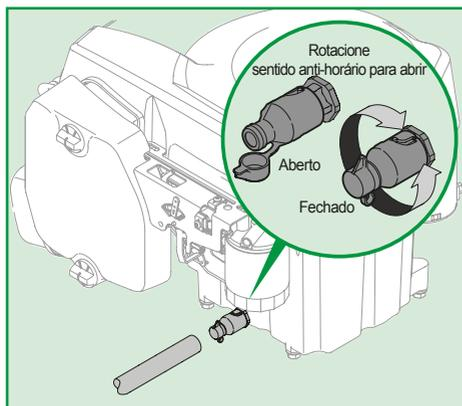
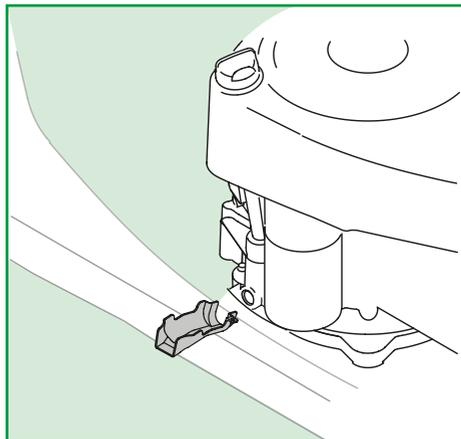

Figura 19-1
Figura 19-2
2. Encaixe a parte afunilada da calha na saída do dreno. Ver Figura 19-1 e Figura 19-2;